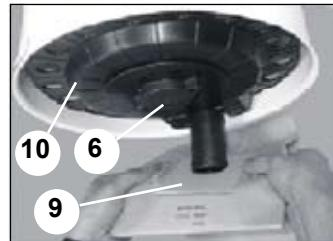

Fig. 4
Byte av dammpåse och service av filter om monteringsatsen för dammpåse används (fig. 4): Ta bort damppåsen (9), öppna fästmuttern (6) under filtret, ta bort stödet för damppåsen (10), lösgör filtret (se punkt FILTERSERVICE).